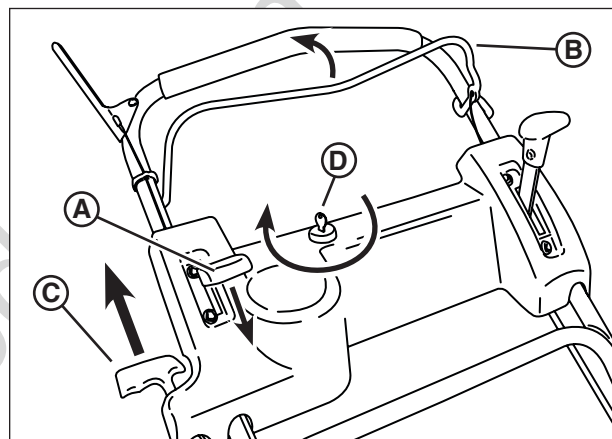

Figure 3 : Démarrer la tondeuse
1. Déplacer la commande du régime du moteur (**A**, **Figure 3**, si équipé) à la position rapide (Lapin).